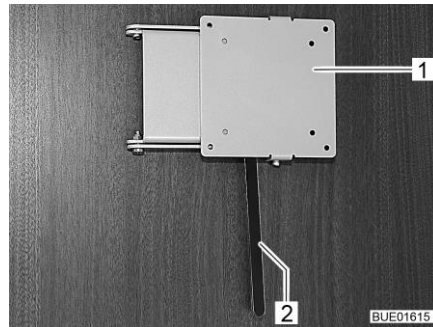

Fig. 93 Support avec levier de déverrouillage
- Pousser le levier de déverrouillage (Fig. 93,2) sur le côté et pivoter le support (Fig. 93,1) et l'écran plat pour les amener en position souhaitée.
- Pivoter l'écran plat en sens inverse, jusqu'à ce que le support (Fig. 93,1) s'enclenche dans le verrouillage.